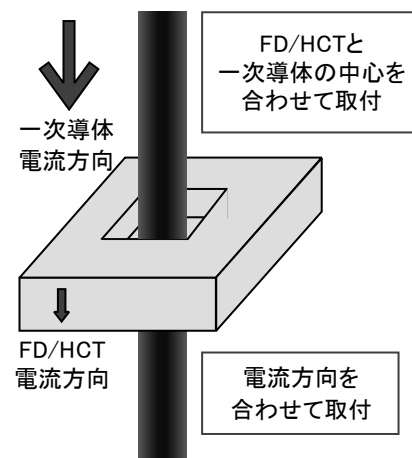

図 26. FD/HCT の取付
- (1) FD および HCT は一次導体の直線部分に取り付けて下さい。貫通穴中心を一次導体の中心に合わせて設置して下さい(図 26)。